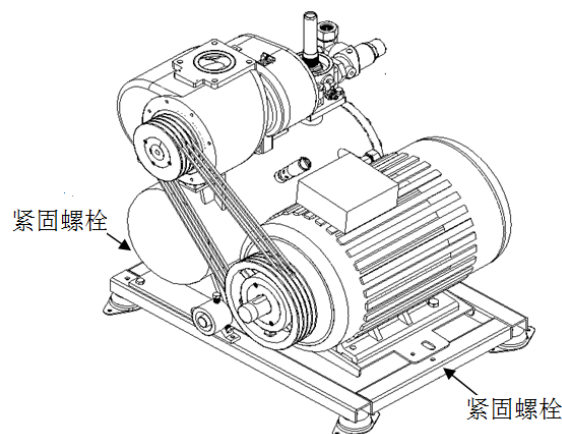

图 2.4
(2) 再请查看马达座的所有紧固螺栓及调节螺栓是否拆除, 只有将所有紧固螺栓拆除后 (如图 2.4), 方可正常开机。